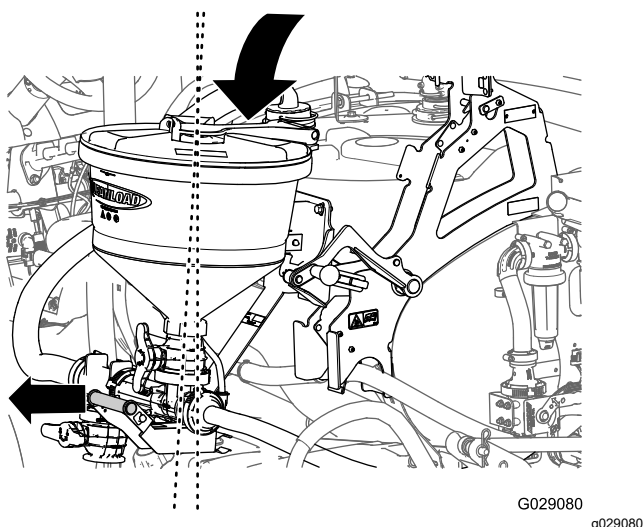

Figura 35
4. Coborâi complet ejectorul în timp ce inei uor mânerul ejectorului spre exterior (Figura 35).
2. Ridicați ejectorul în timp ce țineți ușor mânerul ejectorului spre exterior (Figura 35).